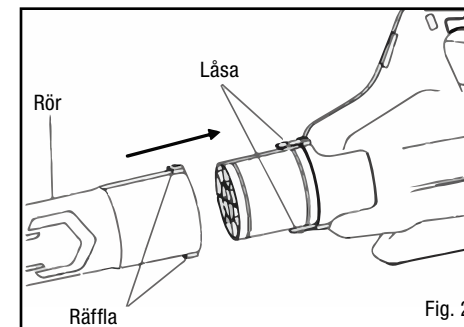

Fig. 2
1. Rikta in någon av spåren in röret med flikarna på the fläkthus. Tryck röret på fläkthuset tills fliken ingriper i spåren. (Fig. 2)